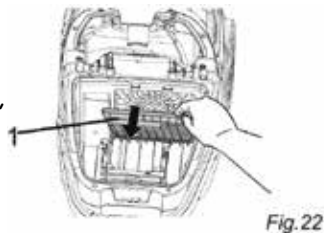

Fig. 22
2. Ta bort filterhållaren med motorskyddsfiltret (bild 22/1). Vänd först filterhållaren framåt och dra sedan filtret uppåt och utåt.